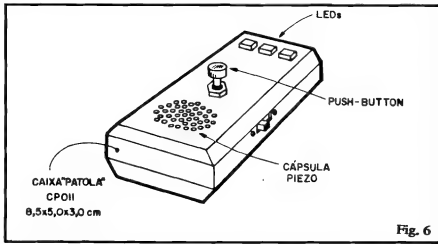

Fig. 6
- **FIG. 6** - Sugestão para o "encaixamento" do circuito do JOCAN, usando um **container** padronizado da "Patola", mod. CP011 (com medidas de 8,5 x 5,0 x 3,0 cm.). O arranjo nos parece prático e elegante, mas o Leitor/Hobbysta tem a liberdade de fazer outros acondicionamentos, desde que a caixa escolhida apresente, **no mínimo**, as dimensões do **container** originalmente sugerido. Notar que o acompanhamento da sugestão obrigará o uso de alimentação a partir de uma bateria de 9 volts, já